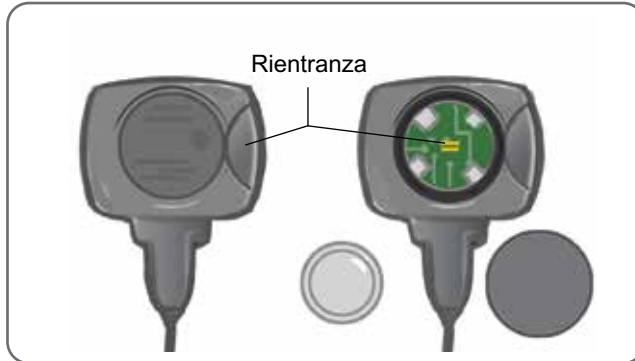

Figura 8-1: Sostituzione della batteria del sensore piede
1. Utilizzare la rientranza sul retro del sensore piede per spingere fuori il coperchio del vano batteria (Figura 8-1).